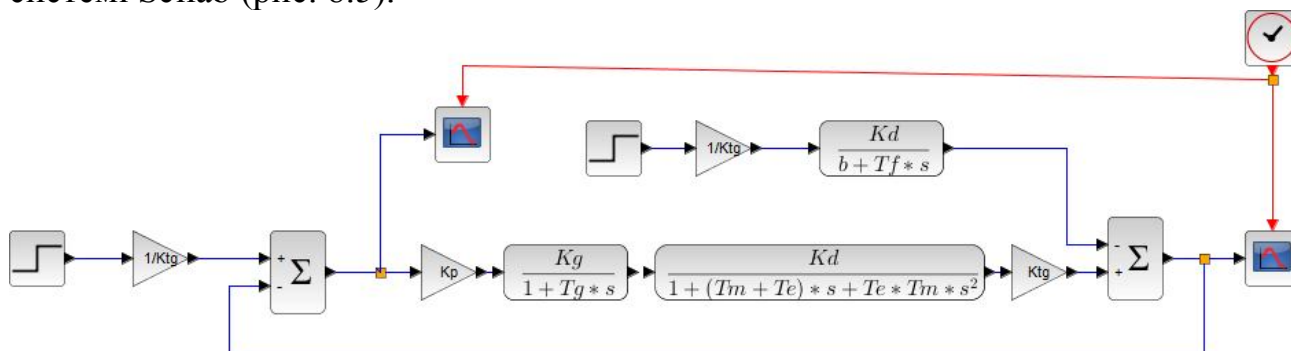

Рисунок 8.5 – Приклад моделі двигуна, приведеній до одиничного зворотного зв'язку, в пакеті Scilab Xcos
1.9 Привести модель до одиничного зворотного зв'язку й побудувати її в системі Scilab (рис. 8.5).